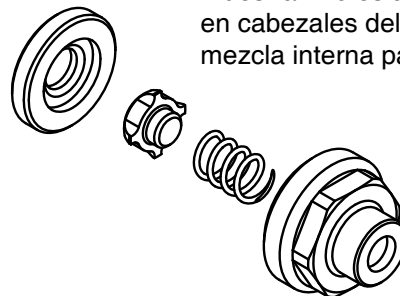

FIG. 18
12. Instale la válvula de retención (812) y el nuevo resorte (813) en el asiento y luego instale la tapa (806). Vea la FIG. 18 para la orientación de las piezas.
8. Instale la válvula de retención (812) y el resorte (813) en el asiento, luego instale la tapa (806). Vea la FIG. 18 para la orientación de las piezas.